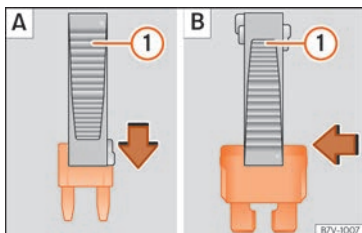

Fig. 64 Extraer o colocar un fusible.
- *Fusibles pequeños*: encaje la pinza desde arriba » fig. 64 A.
- *Fusibles mayores*: desplace la pinza lateralmente sobre el fusible » fig. 64 B.